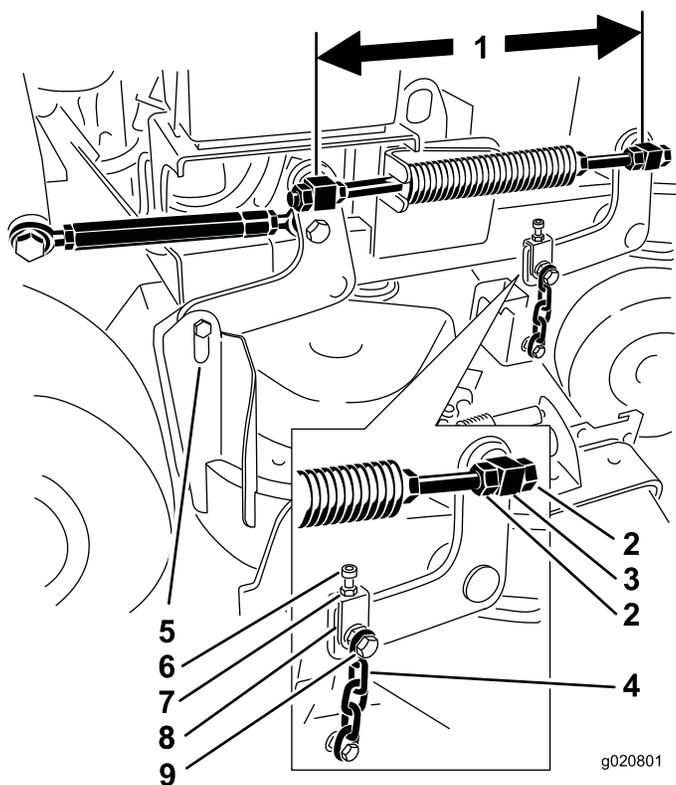

図 82
6. 各ねじ棒において、スイベル間の距離 (スイベルの中心から中心までの長さ) を測定する。この長さが、36 インチデッキでは 49.5 cm、40 インチデッキでは 43.7 cm であることが必要である (図 82)。
11. 調整が必要な場合は、上チェーンボルトをゆるめる (図 82)。
7. 上チェーンボルトをゆるめる（図 82）。